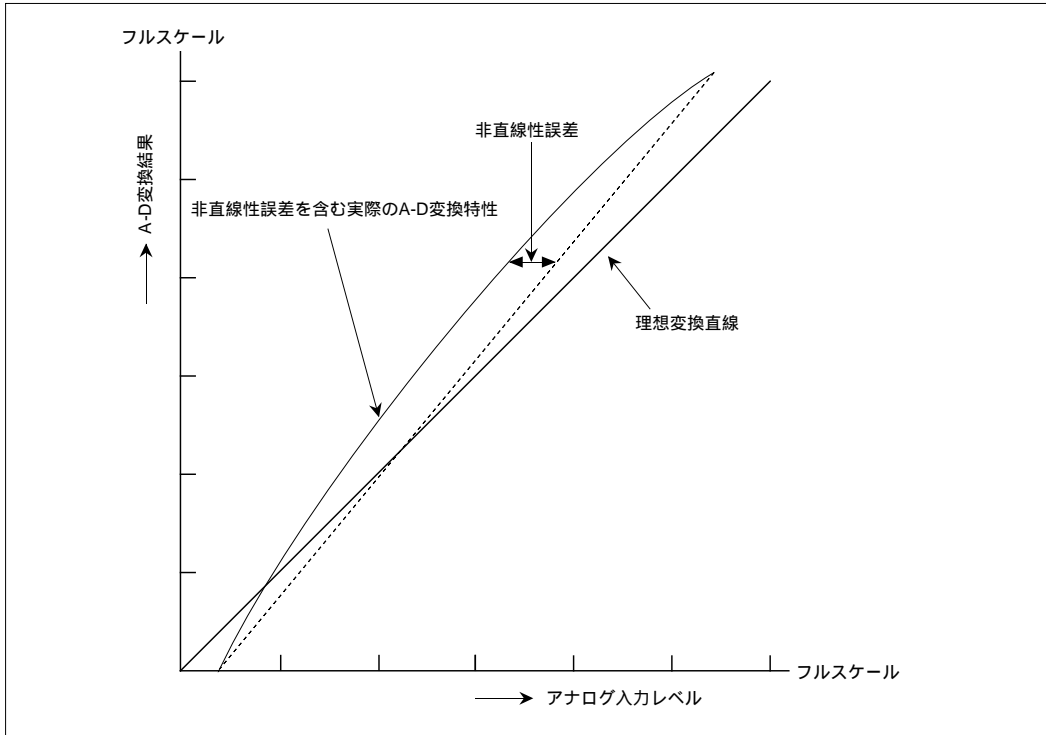

図11.3.5 A-D変換器の非直線性誤差
- (1) 分解能 ... A-D変換器のデジタル変換出力コード数
- (2) 非直線性誤差 ... オフセット誤差およびフルスケール誤差を"0"に調整した後の理想変換特性からの偏位。(図11.3.5)